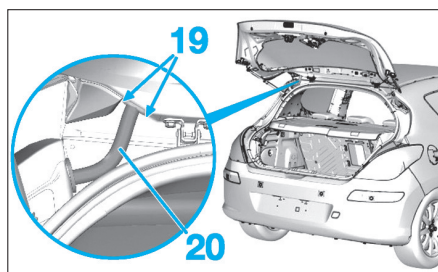

Fig. 175
- Dégrafer et écarter en (19) (Fig.175), le passe-gaine (20).
- Dégager le faisceau électrique (8) du passe-gaine (20).